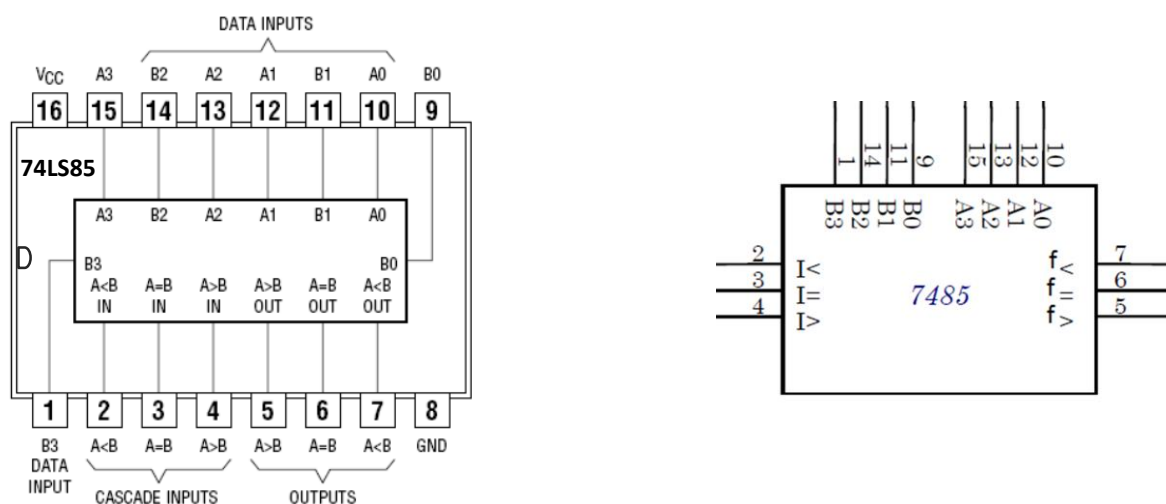

Fig. 1 – Brochage du circuit intégré 7485
5. Compléter le schéma de câblage d'un comparateur de **2 mots de 4 bits** à l'aide de C.I. 74LS85 (voir Fig. 1 et Fig.2)